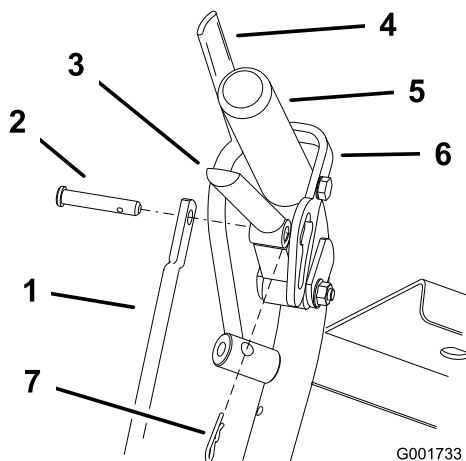

Figura 37
1. Regolate la lunghezza dell'asta di comando lasciando andare la leva della trazione e staccando la coppia e il perno con testa. Ruotate l'asta nel relativo raccordo (Figura 37).
4. Inserite il perno con testa nella leva della trazione (Figura 37).
6. Montate la coppia tra la leva della trazione e il dispositivo di blocco in folle, inserendola nel perno con testa (Figura 37).